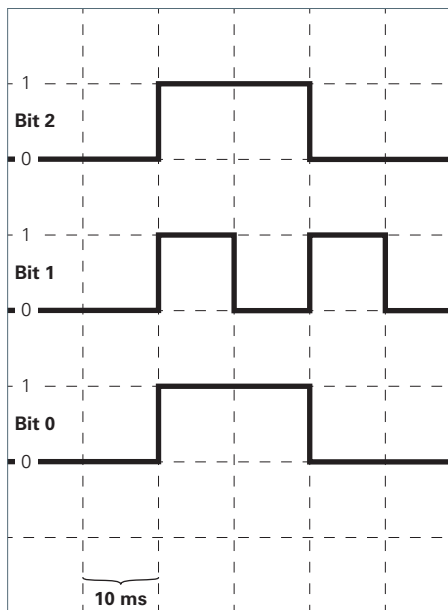

Fig. 9: Séquence de bits pour désactiver le mode de fonctionnement « mode combiné BLANC+RGB ».
- Pour la désactivation, envoyez la séquence de bits au câble de raccordement avec les luminaires blancs et le luminaire RGB, voir Fig. 9.